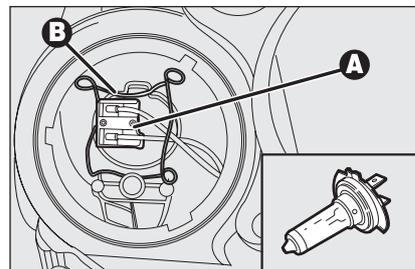

fig. 23
- scollegare il connettore elettrico **A-fig. 23**;